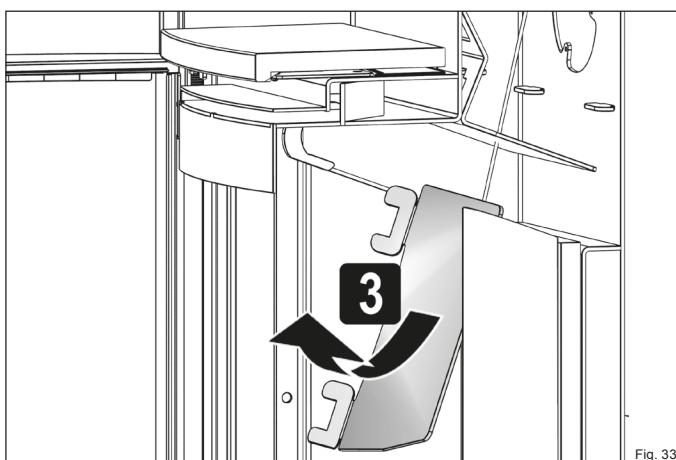

Fig. 33
- Sortez le déflecteur acier supérieur par le foyer (Fig. 33).